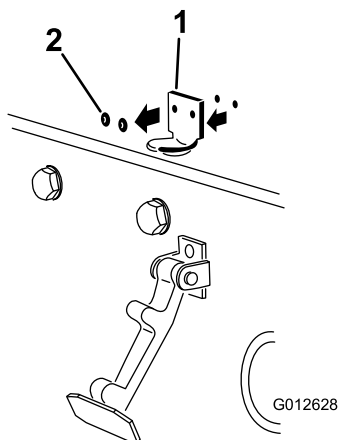

Figura 5
2. Rimuovete i (2) rivetti che fissano la staffa del fermo del cofano al cofano (Figura 5). Rimuovete la staffa del fermo del cofano dal cofano.
3. Mentre allineate i fori di montaggio, posizionate la staffa di bloccaggio CE e la staffa del fermo del cofano sul cofano. La staffa di bloccaggio deve essere contro il cofano (Figura 5). Non togliere il gruppo bullone e dado dal braccio della staffa di bloccaggio.